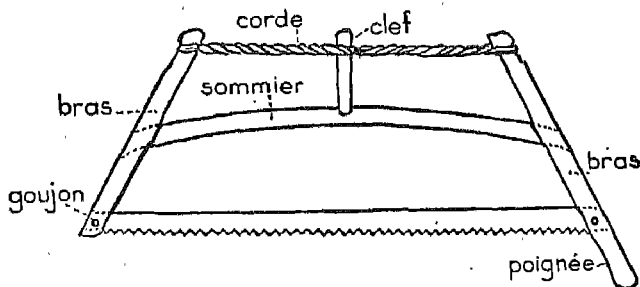

Fig. 1. — Scie à débiter les bûches. Enumérez les différentes pièces de la monture et justifiez le rôle de chacune d'elles.
4. Décrivez la monture en vous aidant de la fig. 1 pour les noms de ses diverses pièces.
La pièce principale est une lame mince 1, en acier trempé dur, dont un champ porte des dents (fig. 1).